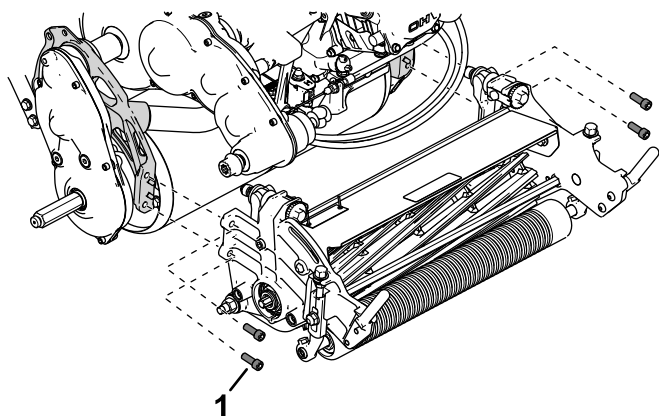

Figura 50
4. Rimuovete le viti a testa incassata che fissano l'apparato di taglio al telaio (**Figura 50**).